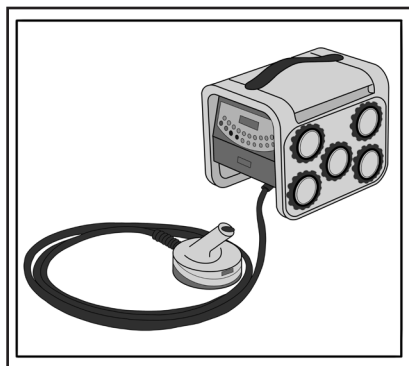

Рис. 14
7.7. Подготовить и подключить к сети 220В индукционный сварочный аппарат Центрикс (см. Рис.14). Произвести пробное сваривание с незакрепленной шайбой (см. п. 7.8-7.9) и проверить качество сварки. При отрыве мембраны от шайбы необходимо увеличить время сваривания согласно инструкции к аппарату.